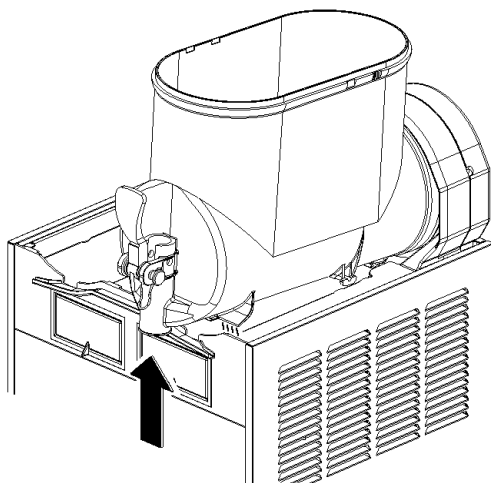
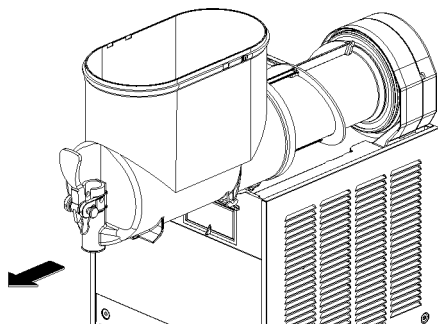

Bild 7
Bild 8
- 2 Den Behälter abmontieren. Dazu den unteren Teil (auf der Seite des Hahns) leicht nach oben drücken, um die unteren Befestigungshaken zu lösen (Bild 7) und den Behälter anschließend von vorne herausziehen (Bild 8).